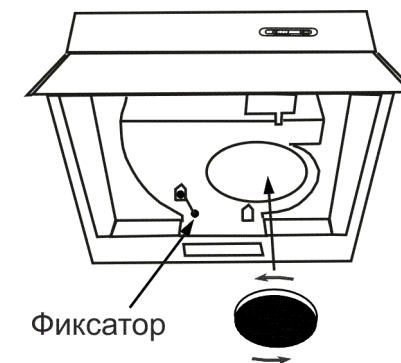

рис. 5
- фиксатор (рис.5) должен находиться в положении «вытяжка», положение «А».
6.2 Режим «рециркуляции» («фильтрации») (рис. 5):